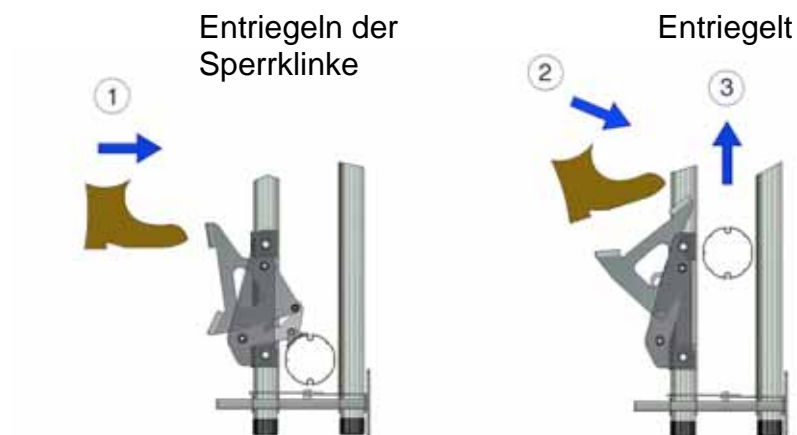

Abbildung 31: Entriegeln des Vorhangs
- 8.3 Um die Sperrklinke zu lösen, oberes Pedal treten, um das Material zu entspannen, und dann weiter drücken, bis das Pedal in der Arretierung einrastet und offen bleibt, siehe Abbildung 31.